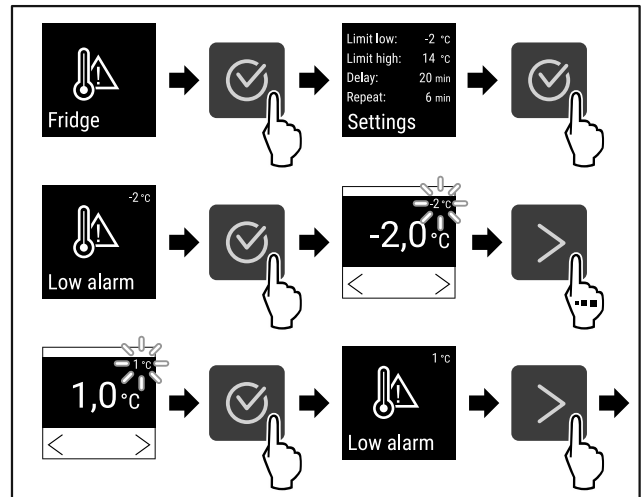

Fig. 126
- ▶ Følg anvisningene (se Fig. 126).